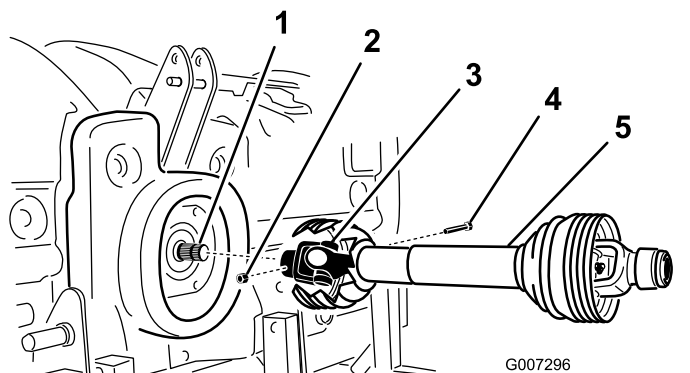

Bild 11
2. Befestigen Sie die Zapfwelle mit einer Schraube (1/2" x 3") und einer Mutter (A 1/2") an der Getriebeantriebswelle (**Bild 11**).